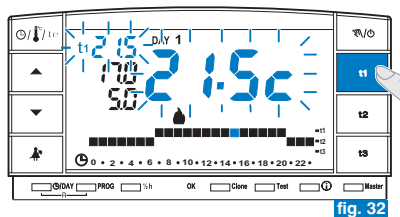

fig. 32
Si l'on sélectionne une touche (t1 ou t2) correspondant à un set de température bloqué, le symbole (t1 ou t2), la valeur correspondant à côté et les digits au centre clignotent (exemple sur la fig. 32). Dans ce cas, il est impossible de dépasser la valeur de température maximale ou minimale au-delà de la limite de blocage configurée.
- Appuyer sur la touche du set de température que vous voulez débloquenter (**t1** ou **t2**) ; le symbole sélectionné (**t1** ou **t2**) la valeur correspondant à côté et les digits au centre clignotent (exemple en fig. 32).